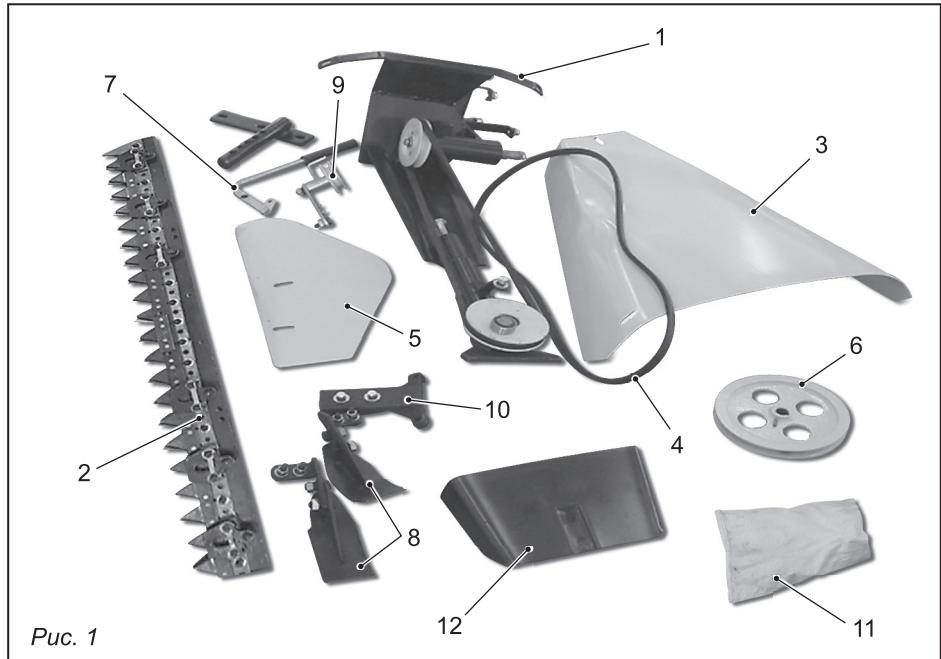

Рис. 1
3. КОМПЛЕКТ ПОСТАВКИ (рис. 1)
Косилка состоит из следующих основных частей: корпуса, натяжного устройства и режущего аппарата (*рис. 1*).